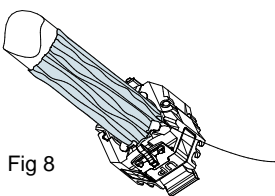

Fig 8
8. Pull drain wire into drain wire capture notch (See Fig. 8) and trim flush with flush cutter. (See Fig. 9). Use flush cutter to nick edge of foil, and tear foil off flush with rear of wire manager.
8. Tirer le fil de masse dans l'encoche (figure 8) et le sectionner à ras au moyen de la pince à coupe droite (figure 9). Se servir encore de cette dernière pour entailler le feuillard et le déchirer au niveau du bord arrière du gestionnaire.
8. Jale el cable de tierra asegurado en la tuerca (Ver Fig. 8) y recorte al ras con el cortador. (Ver Fig. 9). Use el cortador al ras para rebordear el papel aluminio, rompa el papel al nivel con la parte posterior del guiador de cable.